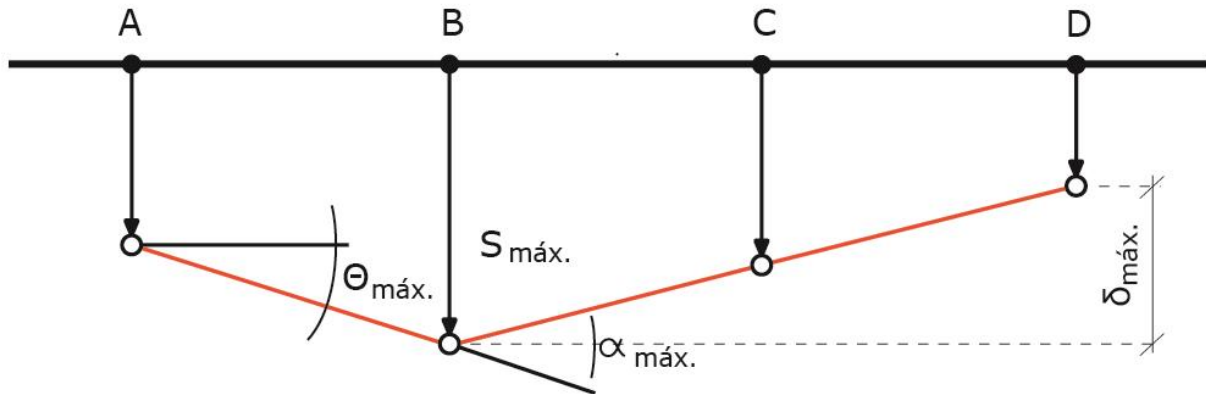

Figura 44: Representação das variáveis de movimento de fundações
A NBR 6122 nomeia algumas letras como parâmetros de estudo para o movimento de fundações que devemos conhecer. São eles (Figura 44):
- $\delta s$ : recalque ou levantamento diferencial entre dois pontos da estrutura (observe na figura 44 o  $\delta_{máx}$ );
- ✓ Esclarecendo: a rotação relativa é o ângulo entre uma linha de referência (por exemplo, a linha original que liga os pontos AB da sapata na figura 44) e a nova linha dessa mesma estrutura.